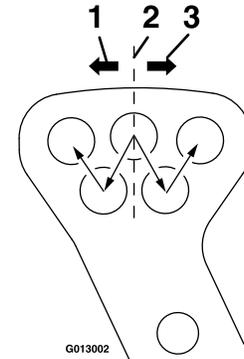
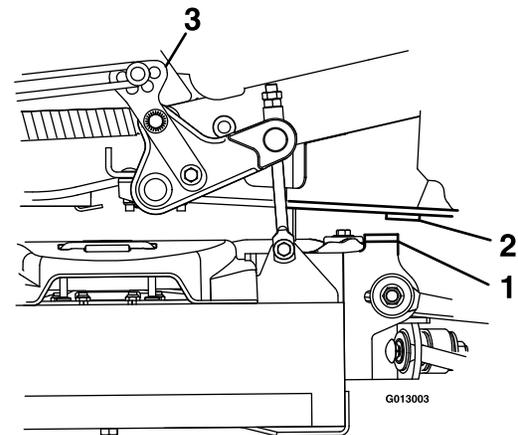

Figure 13
Figure 14
2. Si l'actionneur n'élève pas le tablier suffisamment pour qu'il quitte la position de VERROUILLAGE DE TRANSPORT, déplacez l'axe de chape arrière d'un trou, comme montré à la Figure 13.
3. Si l'actionneur élève trop le tablier et que celui-ci cogne le cadre (Figure 14) avant que l'actionneur soit entièrement rétracté, un claquement très net se fait entendre quand l'embrayage glisse irrégulièrement. Si cela se produit, avancez l'axe de chape arrière d'un trou; voir Figure 13.